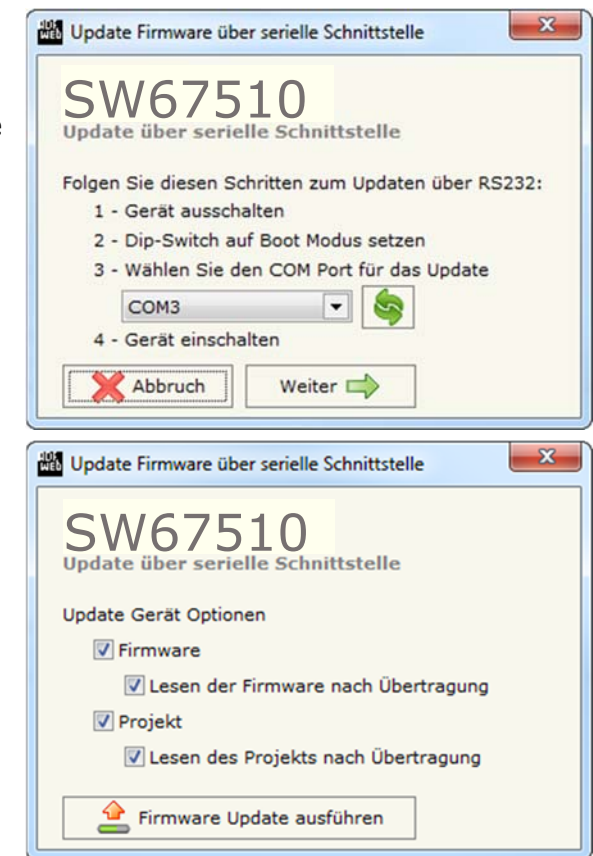

Abb. 11: Update via Seriell
- Wählen Sie aus, welche Operationen Sie durchführen wollen (siehe Abb. 11).